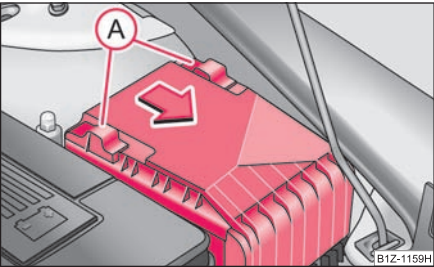

Fig. 238 Cubierta de fusibles en el vano motor
- Desplazar el estribo de seguridad (A) ⇒ fig. 238 hasta el tope; detrás del estribo de seguridad aparecerá el símbolo ⚠, retirar la cubierta.